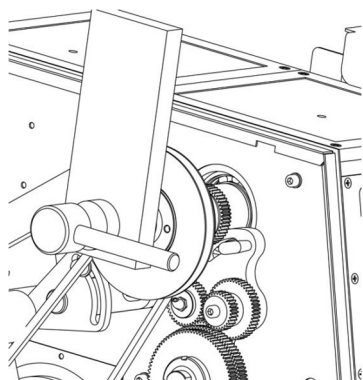

Bild 36
5. Placera en träkloss över spindelns ände och slå på den med blyslägga (se bild 36).